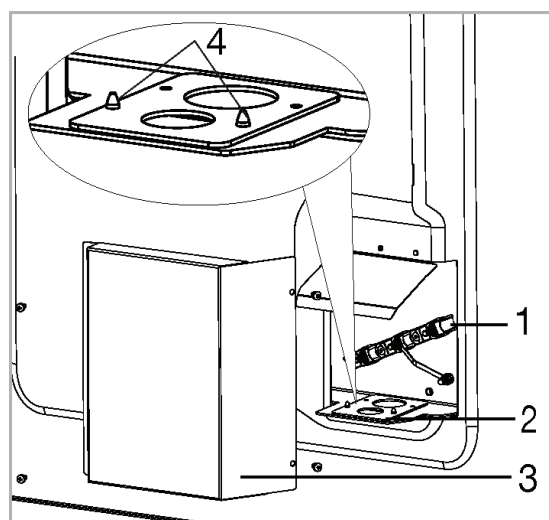

Figure 4
Dévissez les vis du couvercle de l'accès arrière et enlevez le couvercle du bloc terminal Voir la Figure 4.
1.Ouvrez le couvercle du bornier (à l'arrière de l'appareil) en retirant les vis tel qu'illustré à la figure 4.
2-Retirez le cordon d'alimentation/la plaque de conduit (partie 2) illustré à la Figure 4, en retirant les deux vis qui le fixent au support de l'appareil. (Conservez les vis pour utilisation ultérieure éventuelle.)
1. Retirez le couvercle du bornier (à l'arrière de l'appareil) en retirant les vis tel qu'illustré à la figure 4.